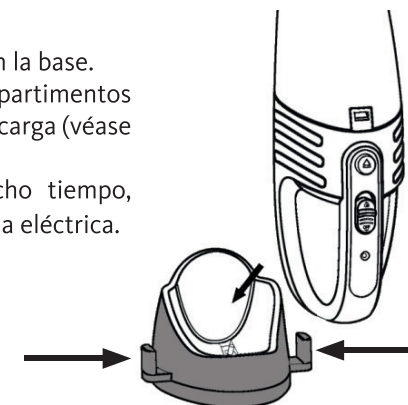

Figura 11
- Los accesorios se pueden guardar en los compartimentos previstos para ello, a los dos lados de la base de carga (véase la figura 11).